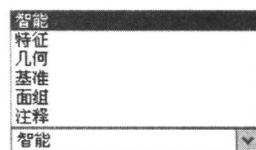

图 1-3 选择过滤器
(4) 导航区 位于窗口工作区的左侧。单击导航栏右侧的符号“>”，显示导航栏，单击导航栏右侧的符号“<”，隐藏导航栏。导航区包括“模型树”、“层树”、“文件夹浏览器”、“收藏夹”、“历史”和“连接”选项卡，单击相应选项卡按钮，打开相应的导航面板。
(5) 消息区 位于窗口工作区的底部，对当前窗口中的操作进行简要说明或提示，对于需要输入数据的操作，该区会出现一文本框，供用户输入数据使用。
(6) 状态条 位于窗口底部，如果将光标移到菜单命令或对话框选项上，该区域将出现一行简短的说明文字。
(7) 选择过滤器 位于主窗口的右下角，使用该栏相应选项，可以有目的地选择模型中的对象，如图 1-3 所示。不同模块、不同工作阶段过滤器下拉列表中的内容有所不同。